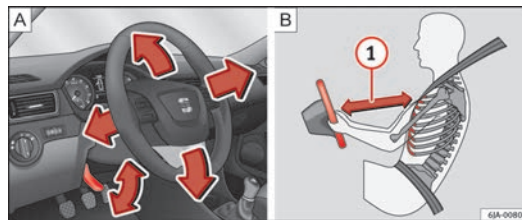

Fig. 101 Volante ajustable: palanca debajo de la columna de dirección / distancia segura desde el volante
① ⇒ fig. 101 B ⇒ página 141. Si no se respeta dicha distancia mínima, el sistema de airbag no podrá cumplir su función protectora – ¡al activarse puede representar peligro de muerte!
- Tire hacia abajo de la palanca situada debajo del volante ⇒ fig. 101 [A].